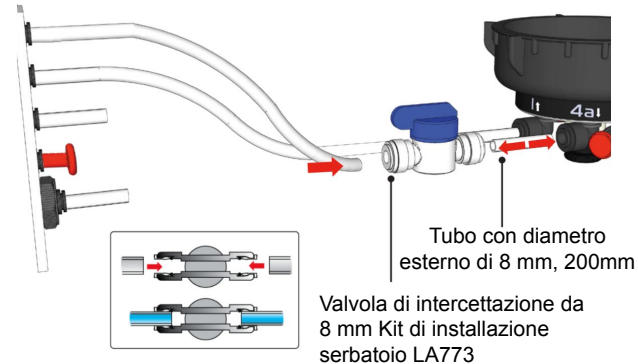

Fig. 2
4. COLLEGARE la valvola di intercettazione al connettore dell'ingresso del serbatoio utilizzando il tubo in dotazione (porta 4a↓) (Fig. 2)